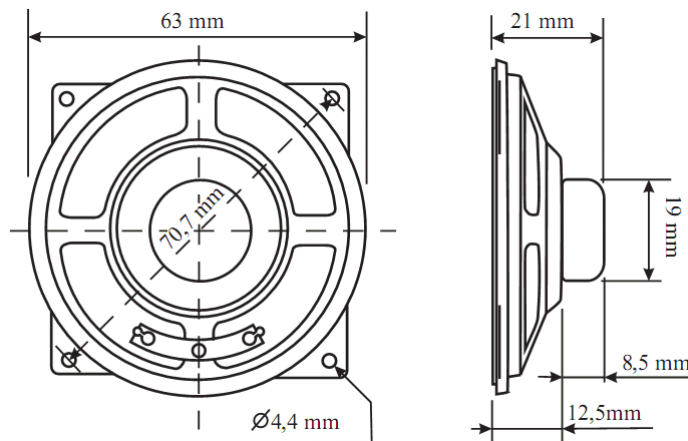

Рис.4. Громкоговоритель
7.3 Подключить громкоговоритель к разъему XT6. Внешний вид и габаритные размеры громкоговорителя показаны на рис.4.